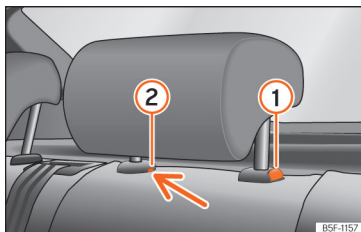

Fig. 97 Reposacaps del darrere: desmuntatge.
- Premeu la tecla »» fig. 97 ① i, prement alhora per l'orifici del fiador ② amb un tornavis pla de màxim 5 mm d'amplada, traieu el reposacaps.